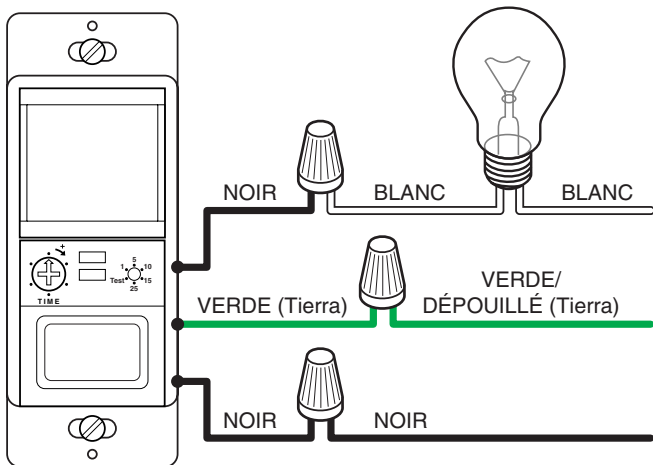

Figure 2 - Raccordement des fils du détecteur
2. Raccorder les fils du détecteur comme illustré à la Figure 2. **IMPORTANT:** Avant d'installer le détecteur dans la boîte de jonction, s'assurer qu'aucun fil ne soit exposé à chaque connexion.